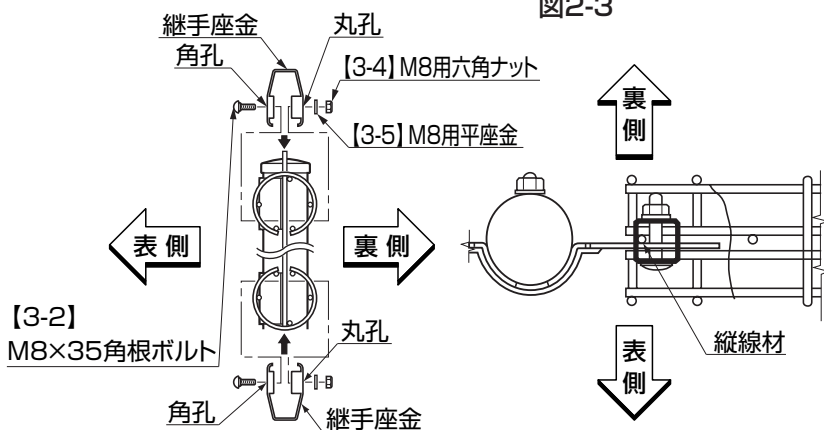

図2-4
- ③継手座金をフェンス本体に差し込んだ後、フェンスの縦線材をくわえ込ませて継手座金を前後から押え(※2)、端部は【3-2】【3-4】【3-5】、中間部は【2-2】【2-4】【2-5】で仮止めしてください。(図2-4参照)